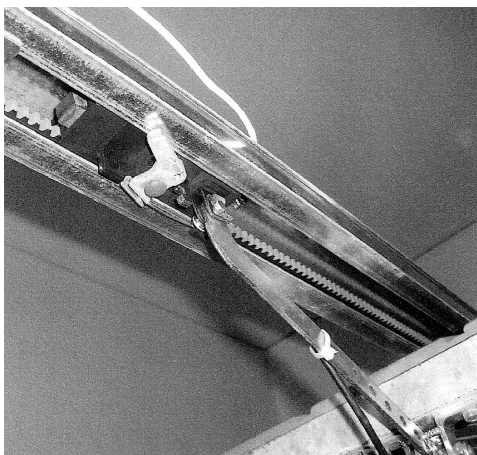

Bild 1
- Bitte schauen Sie als erstes, dass Ihr Garagentor mit der Antriebsschiene fest verbunden ist und der Torschlitten eingerastet ist (Das Zahnriemenschlösser ist eingekuppelt, siehe Bild 1).